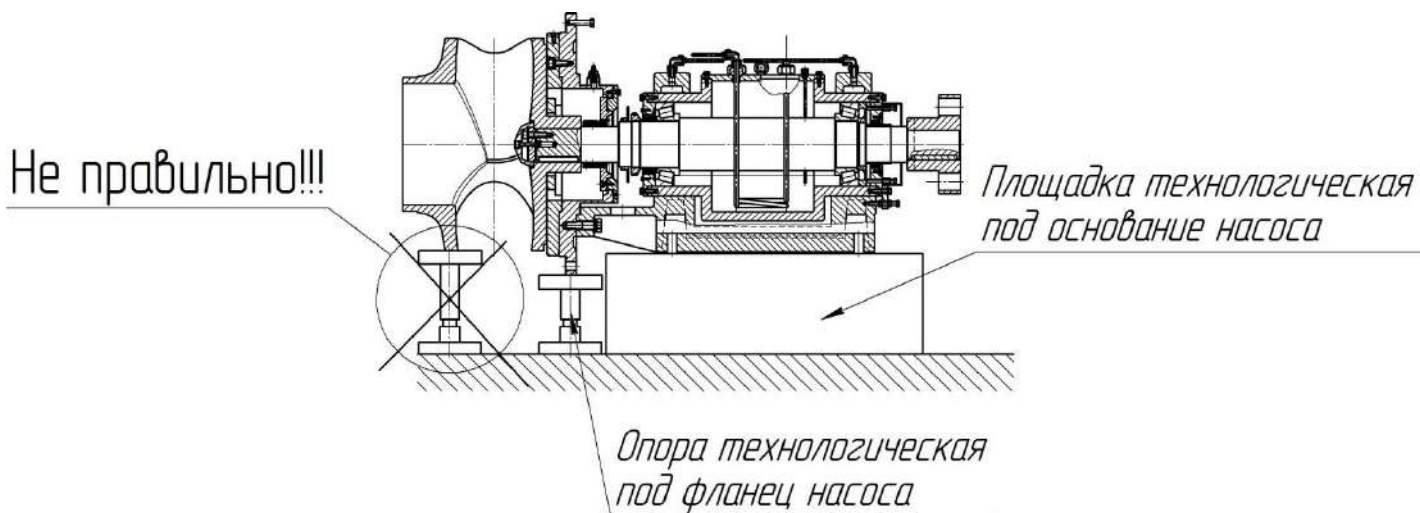

Рис.8 Установка насоса на технологическую площадку.
6. Установить насос на технологическую площадку (рис. 8) с подпоркой фланца технологической опорой.